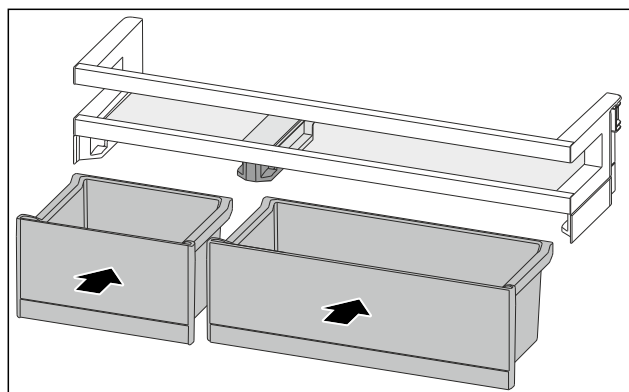

Fig. 90
- ▶ 排列互换后装入 VarioBox。(参见 Fig. 90)